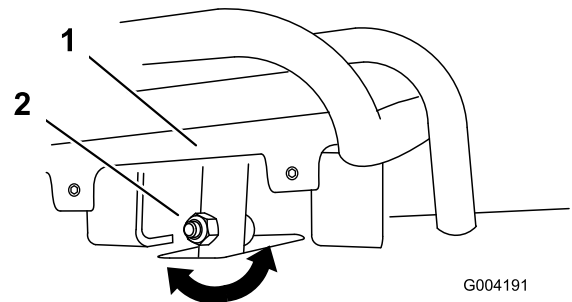
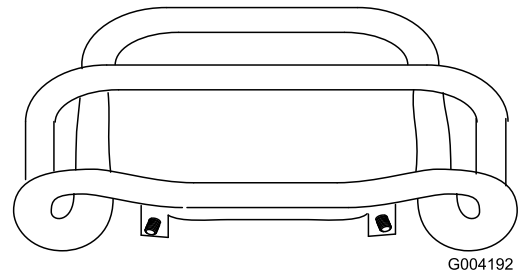

Figura 67
Figura 68
4. Si la parte delantera del control de tracción no queda enrasada con y paralela a la barra de referencia, afloje la tuerca con arandela prensada y el perno del tubo del control de tracción (Figura 67).
5. Ajuste el control de tracción hasta que quede enrasado con la barra de referencia al tirar del mismo hacia atrás del todo (Figura 67 y Figura 68).